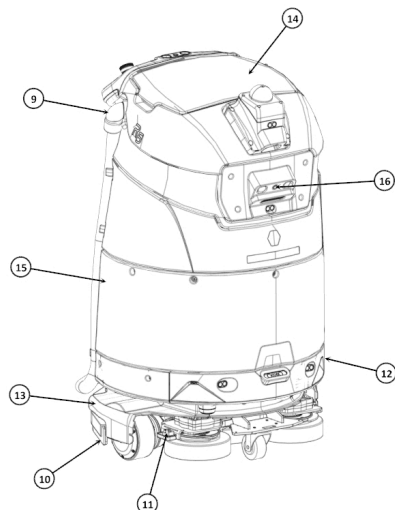

Figura 2
- 9. tubo di aspirazione (Figura 2)
- 10. gomma del tergipavimento (Figura 2)
- 11. sgancio della cartuccia spazzole (Figura 2)
- 12. barra sensori anteriore (Figura 2)
- 13. tergipavimento (Figura 2)
- 14. sportello del serbatoio di recupero (Figura 2)
- 15. pannello frontale (Figura 2)
- 16. telecamera RGB anteriore (Figura 2)